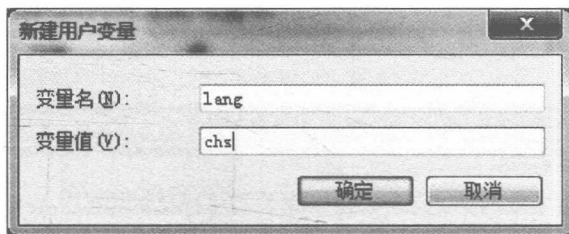

图1-4 【新建用户变量】对话框
Step05 在【新建用户变量】对话框中，创建变量名(N): 为 lang、变量值(V): 为 chs 的系统变量，如图1-4所示。